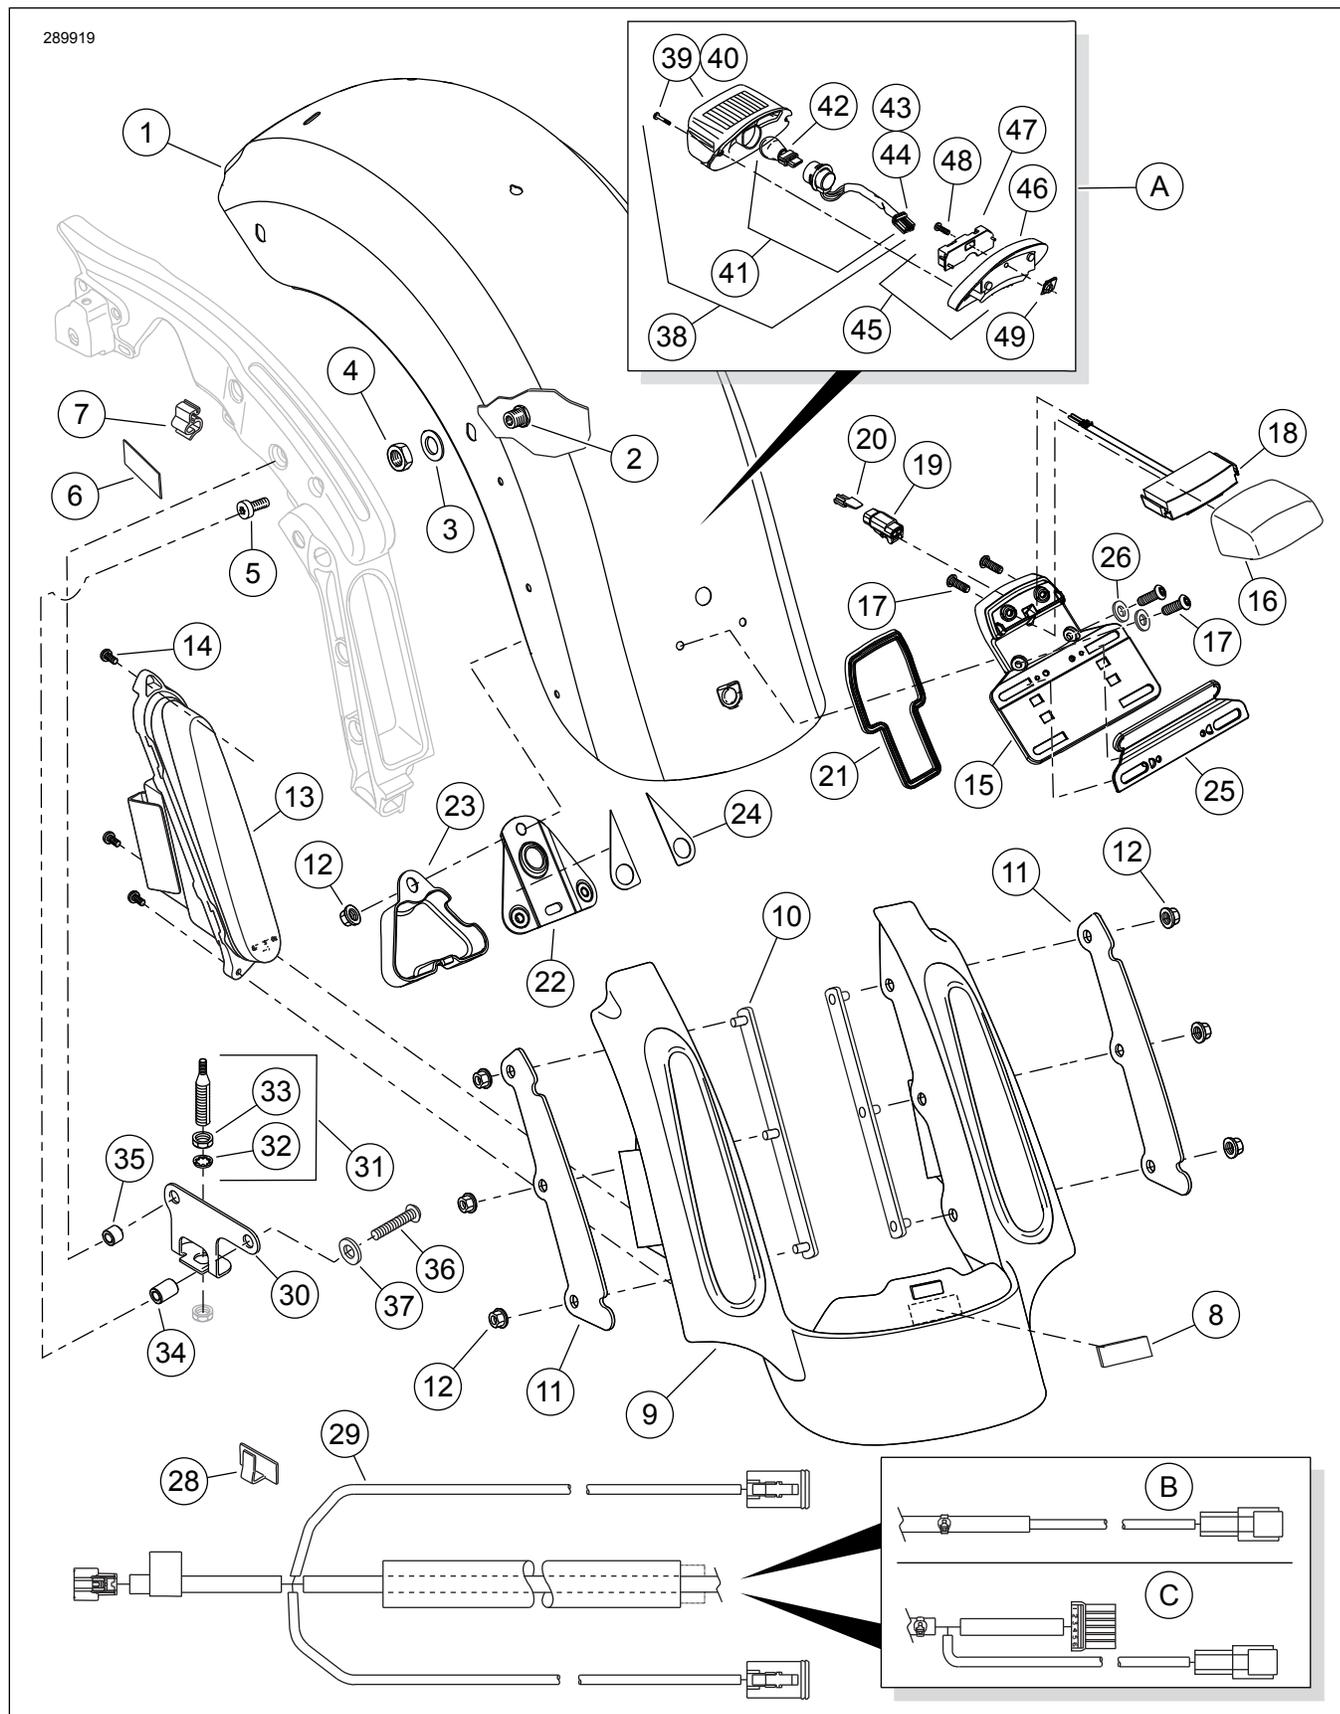

Figura 5. Parti di ricambio, kit parafango posteriore stile FL Touring CVO
1. Vedere la figura 5. Scollegare il cavo dell'antenna dal gruppo della base dell'antenna.
7. Vedere la figura 5. Posizionare la **nuova** staffa dell'antenna (30) vicino ai supporti del parafrangente e fissare la staffa ai supporti del parafrangente:
- a. Assemblare una rondella sottile (37) per avvitare le filettature.
- b. Installare le viti (36) e le rondelle (37) attraverso la staffa dell'antenna dal retro.
- c. Vedere la figura 5. Far scorrere i distanziali (34 e 35) sui filetti che si estendono attraverso la staffa. Annotare le lunghezze dei distanziali.
2. Vedere la figura 5. Munirsi di quattro viti di montaggio del parafango lunghe 5/16-18 x 25,4 mm (1 in) (5) dal kit.
17. Vedere la figura 5. Utilizzare un fermo (7) dal kit per fissare una gamba dell'imbracatura alla fessura del fermo sul lato inferiore di ciascun supporto per borse laterali.